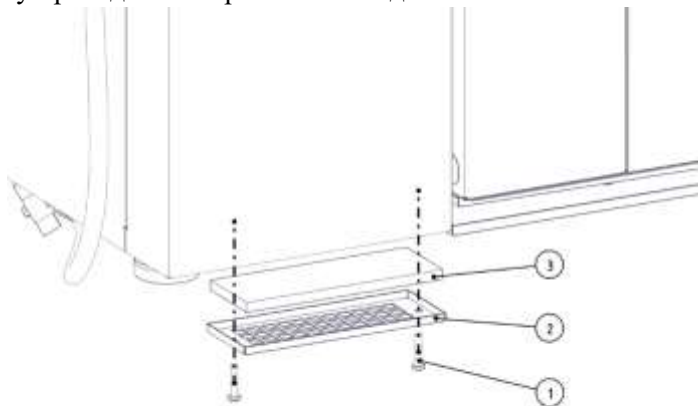

Рис. 28– Замена фильтра воздушного
Замену воздушного фильтра проводить в следующем порядке (рис. 28):
1. Снимите винты (поз.1, рис. 28) крепления крышки (поз.2, рис. 28);
2. Замените фильтр (поз.3, рис. 28);